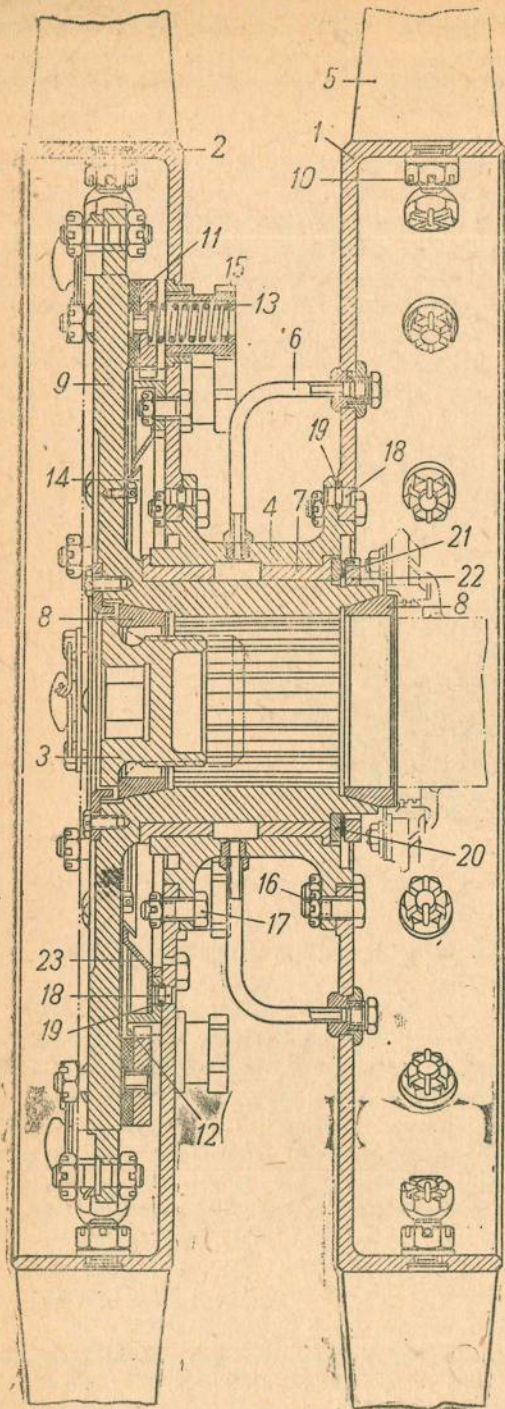

Рис. 130. Вентилятор
(рис. 130—133)
1. Для разборки ведомой втулки 4 (рис. 130) с барабанами 1, 2 от ведущей втулки 9 необходимо отогнуть усик стопорной шайбы и отвернуть кольцевую гайку 22, после чего снять со ступицы ведущей втулки стопорную и специальную шайбы, вывести ведущую втулку из отверстия ведомой. Снять диск фрикциона 11 с зубчатого ведущего диска 12 заднего барабана.
2. Поставить на дно заднего барабана зубчатый ведомый венец 12 (рис. 130), совместив по двум установочным отверстиям, и временно скрепить их на два болта. Развернуть совместно два установочных отверстия диаметром $12A+0,019$ мм, открепить и снять диск. Завести в канавку двух шашек 18 пружинные кольца 19.